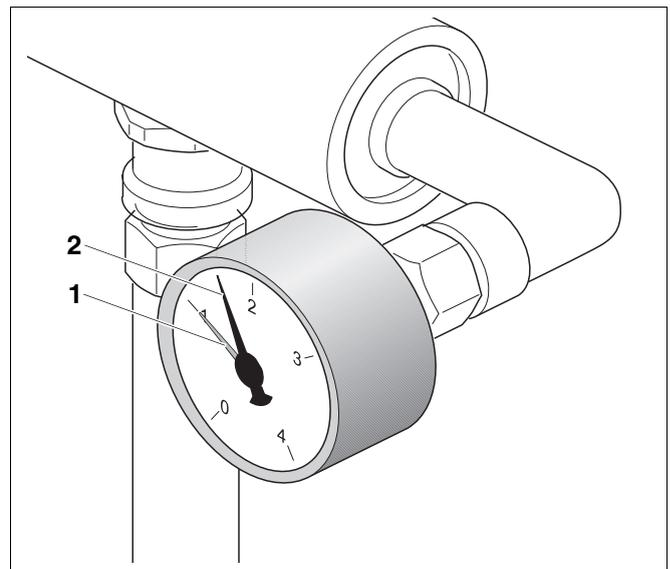

Bild 21 Manometer
- Roter Zeiger (Bild 21, **Pos. 1**) des Manometers der Heizungsanlage auf den erforderlichen Mindestdruck von 1 bar einstellen.